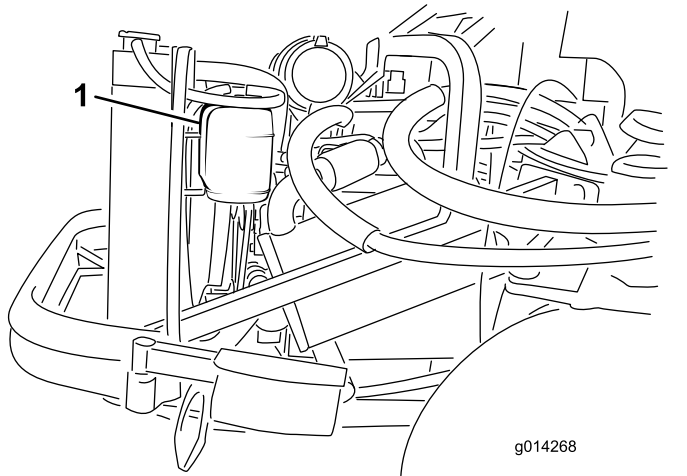

Figura 59
1. Compruebe el nivel de refrigerante en el depósito de expansión (Figura 59). El nivel del refrigerante debe estar entre las marcas en el lateral del depósito.